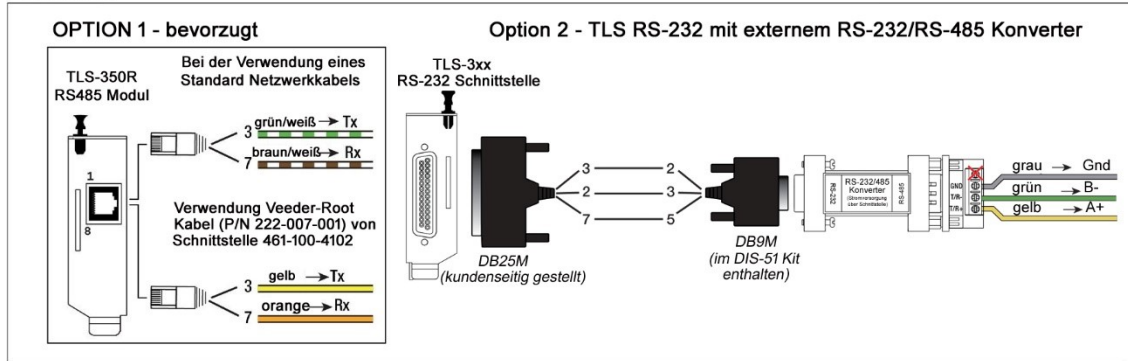

Abbildung 3: Verdrahtung serielle Schnittstelle
1. Schließen Sie das RS-485-Kabel vom DIS-51 an den seriellen TLS2(P)-Anschluss 2 (J8) an (siehe Abbildung 3)
Abbildung 3 zeigt die Verdrahtung zwischen der DIS-51 Abschlussbox und dem TLS-350R RS-485 Schnittstelle.
Abbildung 3 zeigt die Verdrahtung zwischen der DIS-51 Abschlussbox und der TLS-350R RS-232 Schnittstelle.
Abbildung 3 zeigt die Verdrahtung zwischen der DIS-51 Abschlussbox und der TLS4 Schnittstelle 2.
Abbildung 3 zeigt die Verdrahtung zwischen der DIS-51 Abschlussbox und der TLS-450/TLS-450PLUS RS-485 Schnittstelle.